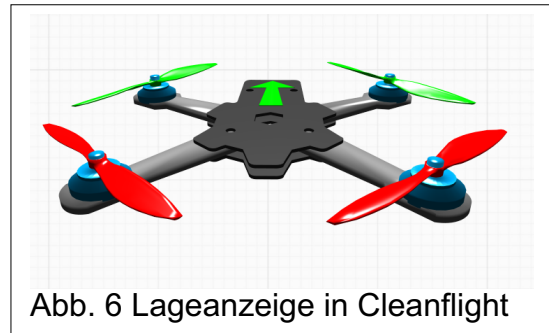

Abb. 6 Lageanzeige in Cleanflight
Um den Naze32 zu konfigurieren, benötigen wir die Software *Cleanflight* (Version 1.2.4, auf Github verfügbar)1. Sie funktioniert als Chrome App nur im Entwicklermodus. In der Software kann man auf den Flugcontroller zugreifen und diesen nach eigenen Wünschen einstellen. Zuerst muss die Software auf dem Flightcontroller (FC) geändert werden (auf „v1.14.2 – NAZE – 2016-12-31“ im Cleanflight Firmware Flasher). Nachdem der FC mit dem Computer verbunden ist, sieht man gleich, ob der Beschleunigungssensor funktioniert (siehe Abb. 6). Eine grundlegende Konfiguration wird jedoch benötigt: